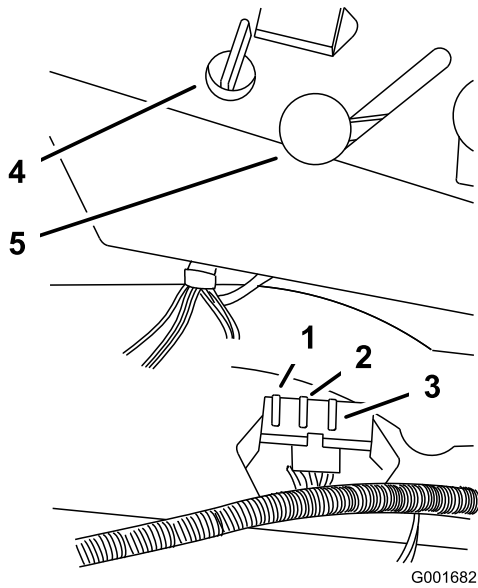

Figure 37
- Soulevez le siège pour accéder au porte-fusibles (Figure 37).
- Remplacez le fusible (Figure 37).